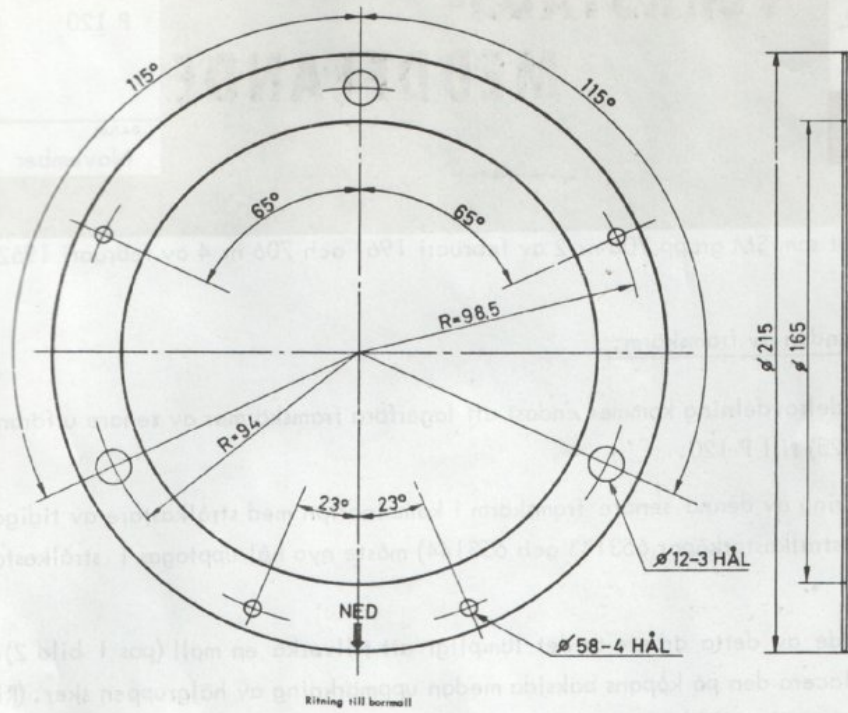

Bild 1
För utförande av detta arbete är det lämpligt att tillverka en mall (pos 1 bild 2) av plåt och placera den på kåpans baksida medan uppmärkning av hålgruppen sker. (Ritning till bormall se bild 1. Därefter monteras strålkastarkåpan med skruvar vid de på skärmen befintliga svetsmuttrarna.